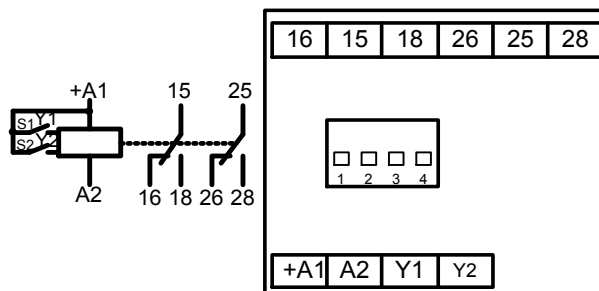

Рис. 2
Обнуление сосчитанного количества импульсов (N) или установка реле в исходное состояние во время отсчёта установленной выдержки времени осуществляется по переднему фронту команды «Сброс». По заднему фронту команды «Сброс» счёт импульсов заново возобновляется. Во время действия команды «Сброс» счётный вход заблокирован. Команда «Сброс» подаётся на вход «Y2». Имеется возможность изменение уставки во время подсчёта импульсов. При изменении уставки в меньшую сторону и, если сосчитанное количество импульсов оказывается больше значения новой уставки, реле переключится на установленное время «t» согласно выбранной диаграмме работы и вернётся в исходное состояние, при этом счётчик обнулится. В других случаях подсчёт импульсов будет продолжен до установленного нового значения. Напряжение питания DC24-240В подаётся на клеммы «+A3» и «A2», напряжение AC24-240В - на клеммы «A1» и «A2». Сигналы внешнего сброса и входных импульсов можно сформировать путём замыкания и размыкания клемм «Y1» - «A1» - (счёт), «Y2» - «A1» - (сброс). Схема подключения реле приведена на рис. 2.